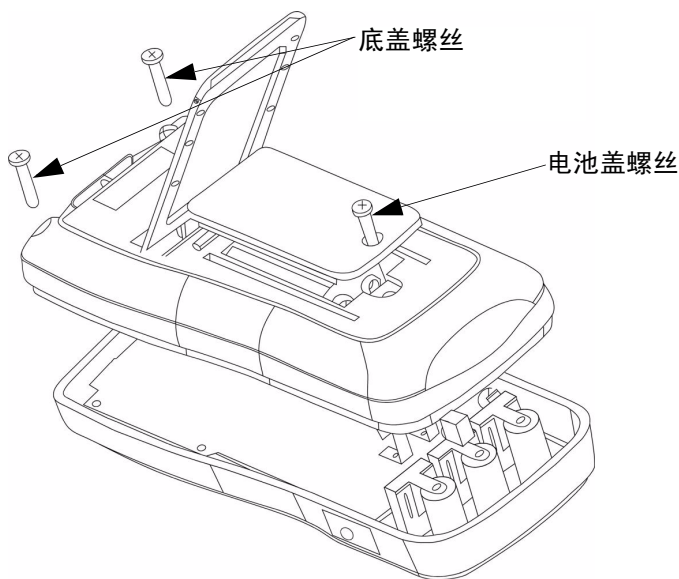

图 3-2 更换保险丝
- 2 使用适当的螺丝起子拧下螺丝，并取下底盖，如图 3-2 中所示。